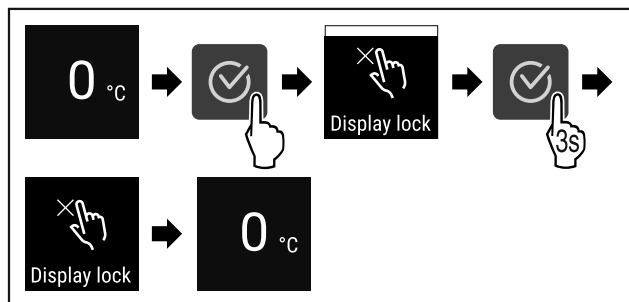

Fig. 78
- ▶ Proved'te akční kroky (viz Fig. 78) .